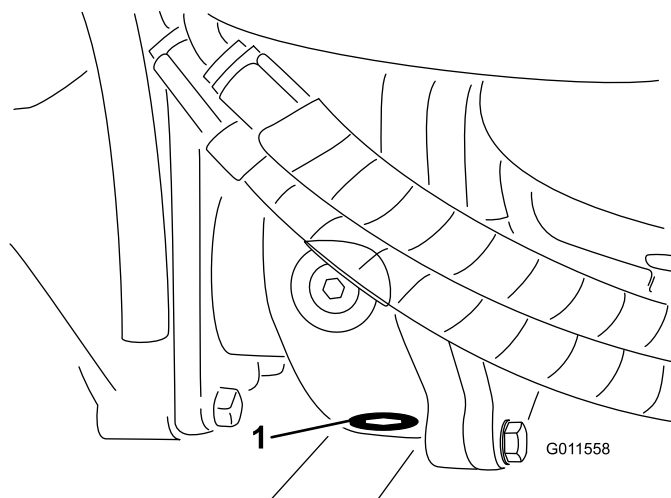

Figura 64
5. Limpie la zona alrededor del tapón de vaciado en la parte inferior de la caja de engranajes (Figura 64).